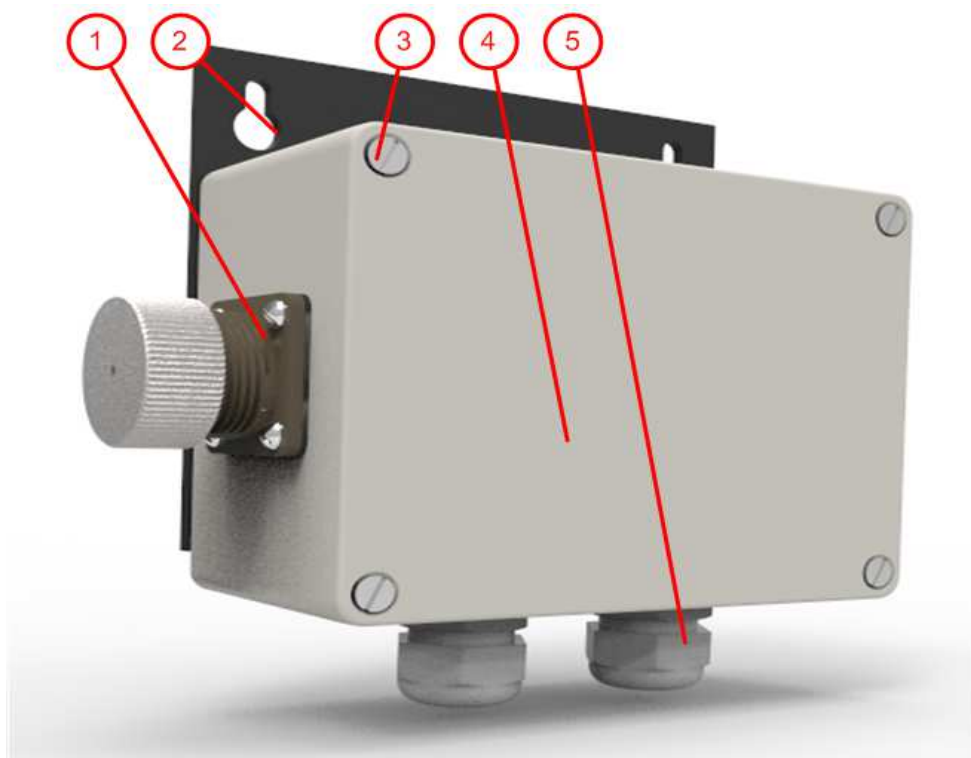

Рис.1 ПС-150(AD2)
3.2.1 Структурная схема преобразователя сигналов представлена на рис.1.